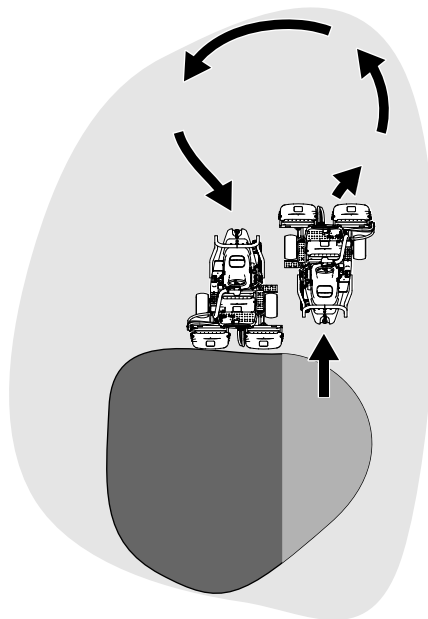

Рисунок 22
6. Чтобы сэкономить рабочее время и облегчить выравнивание для следующего прохода, на короткое время разверните машину в противоположном направлении, а затем направьте ее к нескошенной части. Такое движение машины является поворотом «по каплевидной траектории» (Рисунок 22), позволяющим быстро выровнять ее для следующего прохода.